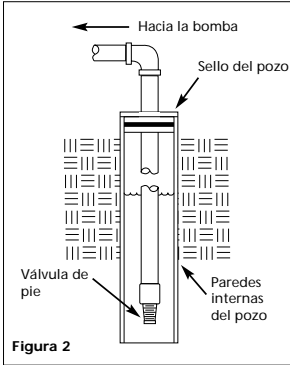

Figura 2
1. Instale una válvula de pie en la primera sección de la tubería (vea la Figura 2).